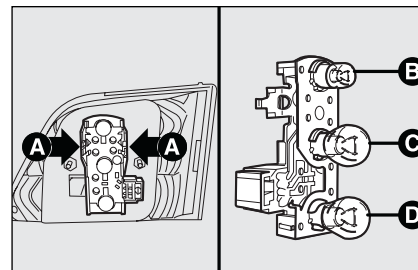

fig. 35
- ☐ presione hacia el interior las aletas laterales **A**-fig. 35 de fijación del portalámparas para sacarlo de su alojamiento;